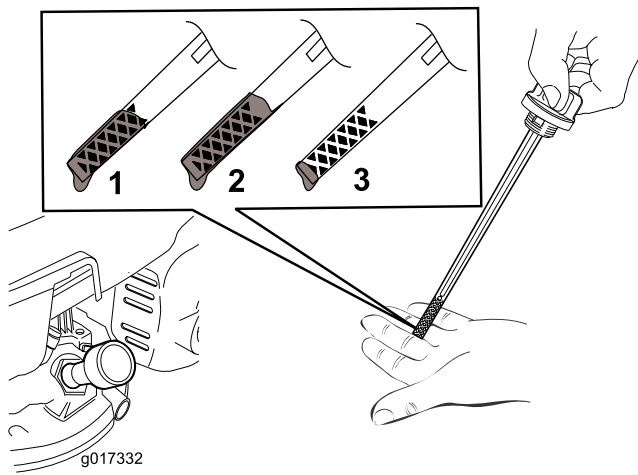

Figura 11
5. Per determinare qual è il corretto livello di olio sull'asta, vedere Figura 11.
Nota: Riempite la coppa dell'olio motore fino a quando l'asta di livello non indica che il livello dell'olio è corretto, come illustrato nella Figura 11. Se riempite eccessivamente il motore, estraete l'olio in eccesso come indicato in Cambio dell'olio motore \(pagina 16\).